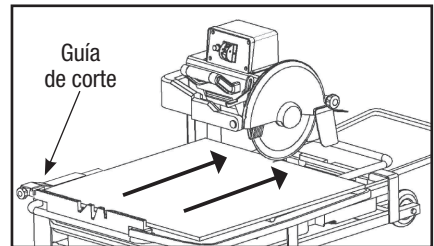

FIGURA 18
PASO 4: Haga un corte recto, empujando la mesa de corte hacia la cabeza de corte (ver FIGURA 18).